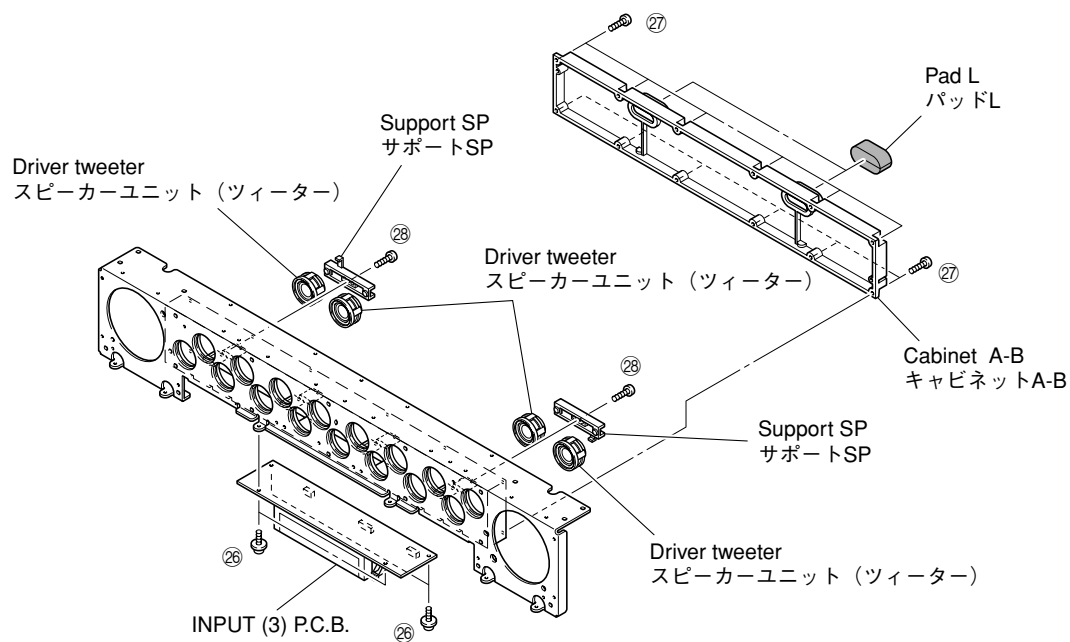

Fig. 14
- Remove 4 screws (26) and then remove the INPUT (3) P.C.B.. (Fig. 14)
- Remove 12 screws (27). (Fig. 14)
- Remove the pad L and then remove the cabinet A-B. (Fig. 14)
- Remove 2 screws (28) and then remove the support SP. (Fig. 14)
- Remove the driver tweeter. (Fig. 14)
- 26のネジ4本を外し、INPUT(3)P.C.B.を取り外します。(Fig. 14)
- 27のネジ12本を外します。(Fig. 14)
- パッドLを外し、キャビネットA-Bを取り外します。(Fig. 14)
- 28のネジ2本を外し、サポートSPを取り外します。(Fig. 14)
- スピーカーユニット(ツイーター)を取り外します。(Fig. 14)